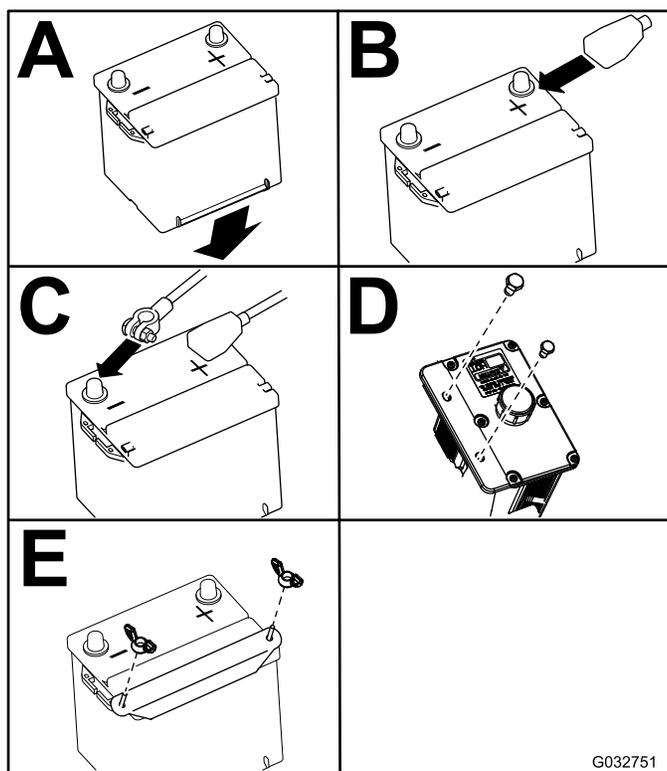

Рисунок 70
**Примечание:** Установите аккумулятор в лоток так, чтобы клеммные штыри были расположены на противоположной стороне относительно гидравлического бака (Рисунок 70).